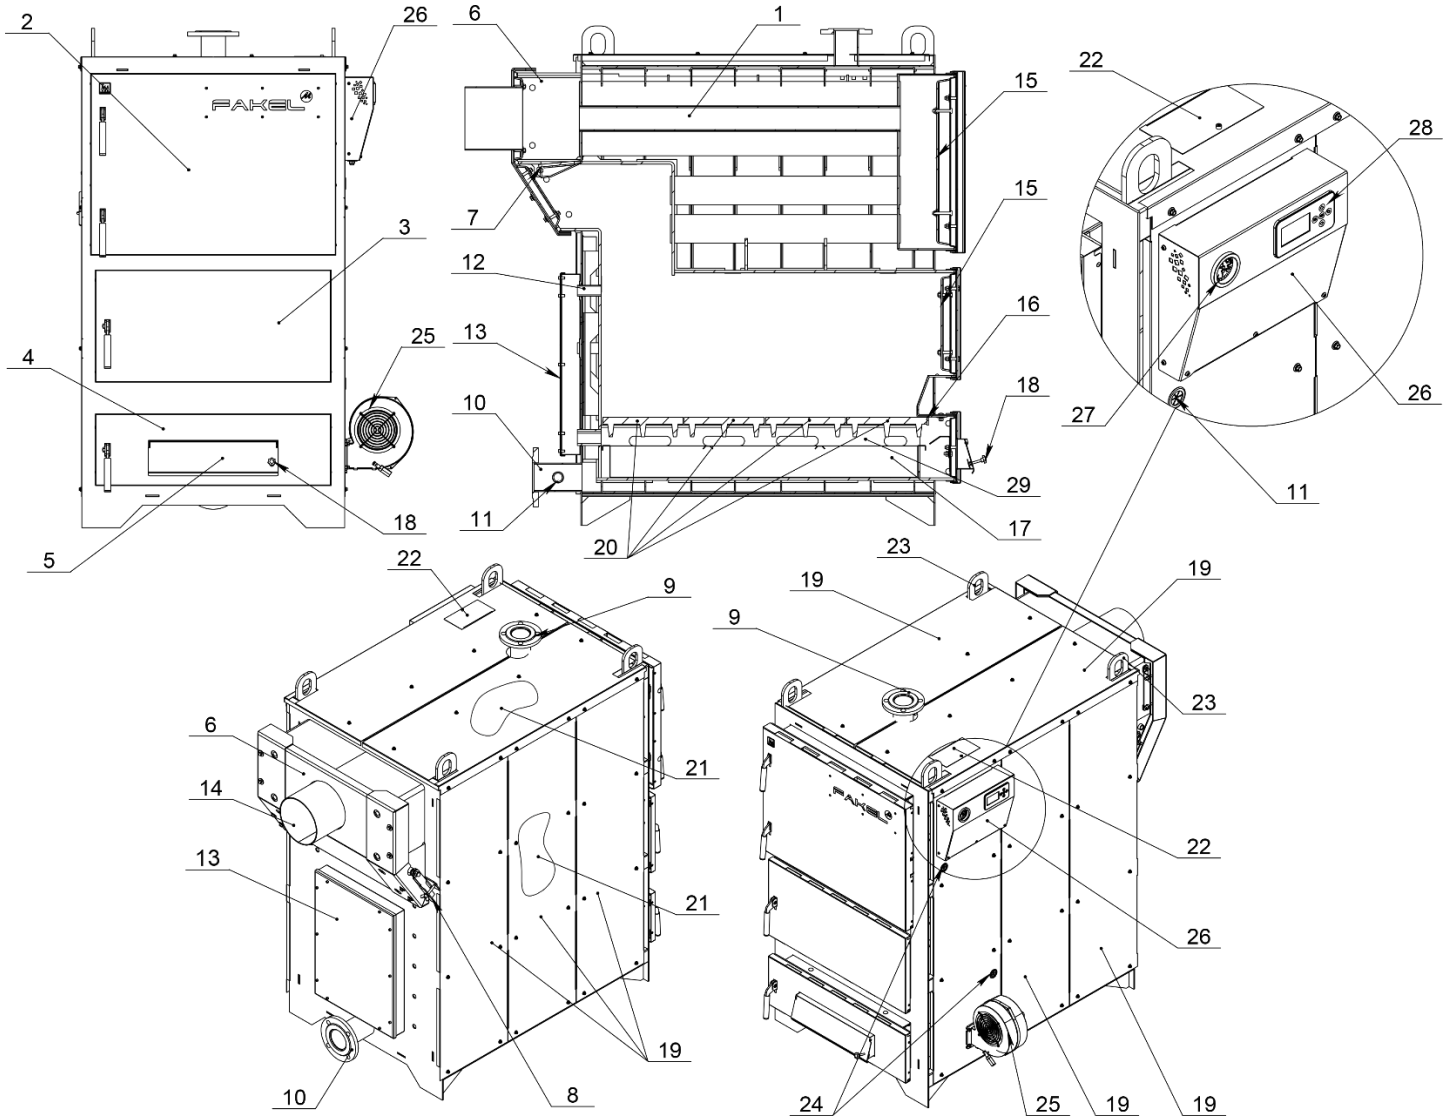
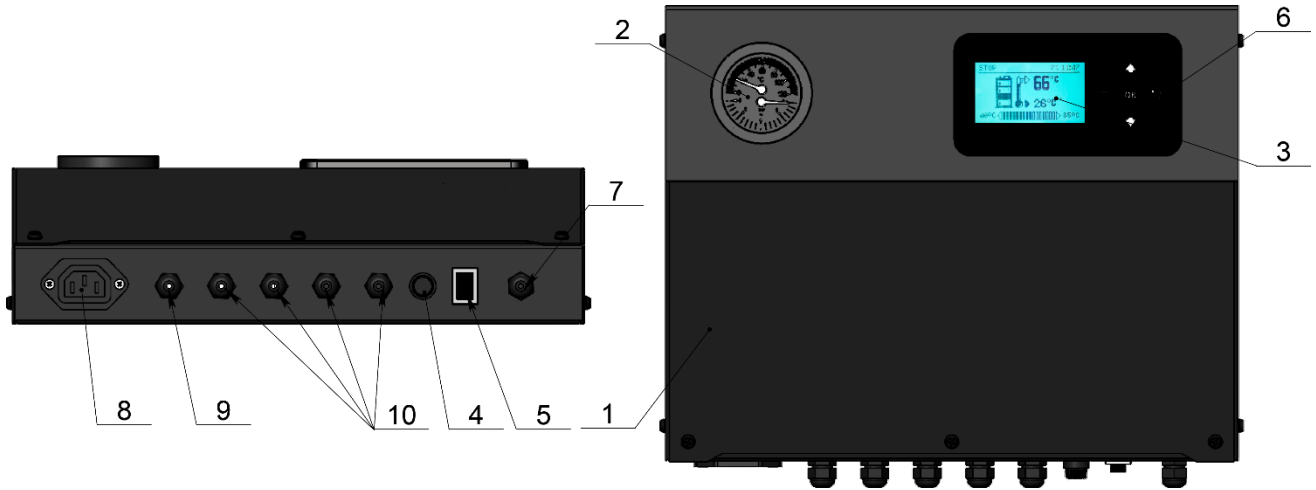

Рис. 1 Устройство котла FAKEL-M
Рис. 2 Панель управления котлом на базе контроллера ecoMAX 260
Основой котла является его корпус. Основными элементами корпуса котла являются камера сгорания и горизонтальный жаротрубный теплообменник (рис.1 поз.1), состоящий из труб конвективного пакета. Камера сгорания котла выполнена из стали толщиной 8 мм. Дымовые газы в котлах серии **FAKEL -M** совершают три хода, проходя по задней стенке котла, а затем по трубам теплообменника котла.
На лицевой части котла установлены загрузочная дверь (рис.1 поз.3), дверь обслуживания теплообменников (рис.1 поз.2) и дверца зольной камеры (рис.1 поз.4). Двери фиксируются с помощью ручек. На задней поверхности котла в зоне разворота топочных газов установлена камера дымовых газов (рис.1 поз.6).
ВНИМАНИЕ! Не допускается эксплуатация котла, с открытой дверцей чистки теплообменников (рис.1 поз.2). **В случае нарушений условий эксплуатации котла, рекламации не принимаются.**
На дверце зольной камеры располагается дверца ручной подачи первичного воздуха (рис.1 поз.5), с ручкой регулировки (рис.1 поз.18).
Пожаробезопасная зольная камера с вместительным зольным ящиком (рис.1 поз.17) удобна при чистке котла.
Наружные поверхности котла облицованы теплоизолирующим материалом (рис.1 поз.21), на основе базальтового волокна и защитно-декоративными панелями (рис.1 поз.19), которые предохраняют владельца котла от контакта с горячими поверхностями корпуса.
Загрузка и дозагрузка топлива в котел производится через загрузочную дверцу (рис.1 поз.3).
При растопке котла и чистке теплообменников предусмотрена заслонка (рис.1 поз.7). Благодаря такому конструктивному решению максимально снижена возможность попадания дыма в помещение, в котором установлен котел.
Патрубок подающей линии (рис.1 поз.9) расположен в верхней части котла, исключая тем самым скопление воздуха в корпусе котла. Патрубок обратной линия котла (рис.1 поз.10) и место установки сливного крана (рис.1 поз.11) расположены внизу котла на задней стенке.
Вентилятор наддува (рис.1 поз.25) создает избыточное давление под колосниковой зоной для улучшения процесса горения и подключается к котлу через фланец с правой стороны котла. Применение вентилятора наддува дает эффективное и более полное сжигание топлива, а также увеличение времени работы на одной загрузке топлива в котел.
Для повышения КПД, более экологического и чистого сжигания твердого топлива, в котлах предусмотрена система вторичной подачи воздуха в камеру сгорания через отдельные каналы воздуховода топки (рис.1 поз.12).
Температуру воды в котле показывает панель контроллера ecoMAX 260 (рис.1 поз.26), установленная на котел.
Котлы **FAKEL-M** укомплектованы панелью (рис.2) под управлением контроллером ecoMAX 260 (рис.1 поз.26), который регулирует работу вентилятора наддува котла (рис.1 поз.26) как по линейной (классической), так и по схеме плавной модуляции (PID регулирование). Режим PID Регулирование работает как с датчиком уходящих (дымовых) газов, так и без него.
Панель управления дополнительно оснащена дублирующим аналоговым термоманометром капиллярного типа (рис.1 поз.27).
Датчики контроллера и капиллярного термоманометра находятся в верхней части корпуса котла и защищены съемной заслонкой (рис.1 поз.22).
- Открыть дверцу топки (рис.1 поз.3) и вынуть содержимое;
- Подсоединить к патрубку дымохода (рис.1 поз.6) дымовую трубу.